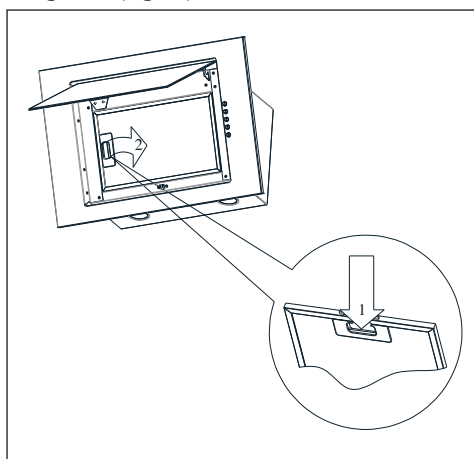

Fig. 13 Dépose du filtre à graisse en aluminium
4. Ouvrez le couvercle de la hotte et retirez le filtre à graisse (Fig. 13).